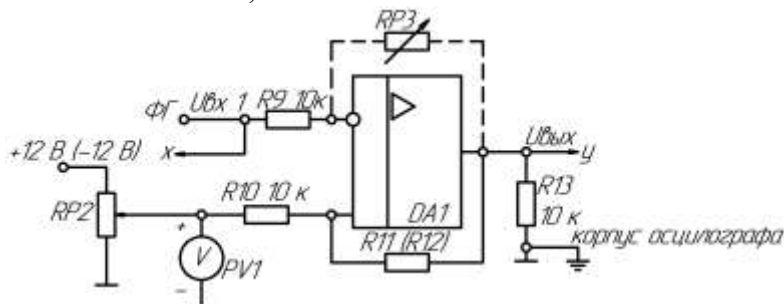

Рисунок 24 - Схема двухвходового компаратора
1) Собрать схему двухвходового компаратора с положительной обратной связью согласно рис. 24. В качестве резистора обратной связи применить переключаемый резистор RP3 (10...200 кОм). В качестве опорного напряжения $U_{оп}$ использовать регулируемое постоянное напряжение. На инвертирующий вход подключить функциональный генератор, используя его в режиме синусоидального сигнала "~";